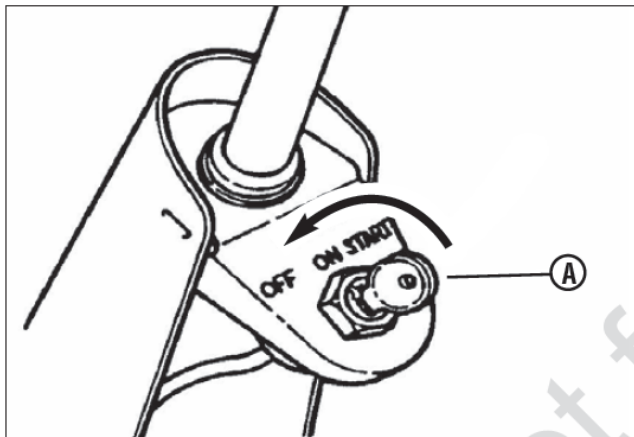

Рис. 13. Перевод ключа в положение OFF
1. Остановите двигатель, повернув ключ замка зажигания (А, рис. 13) в положение OFF (выключено).